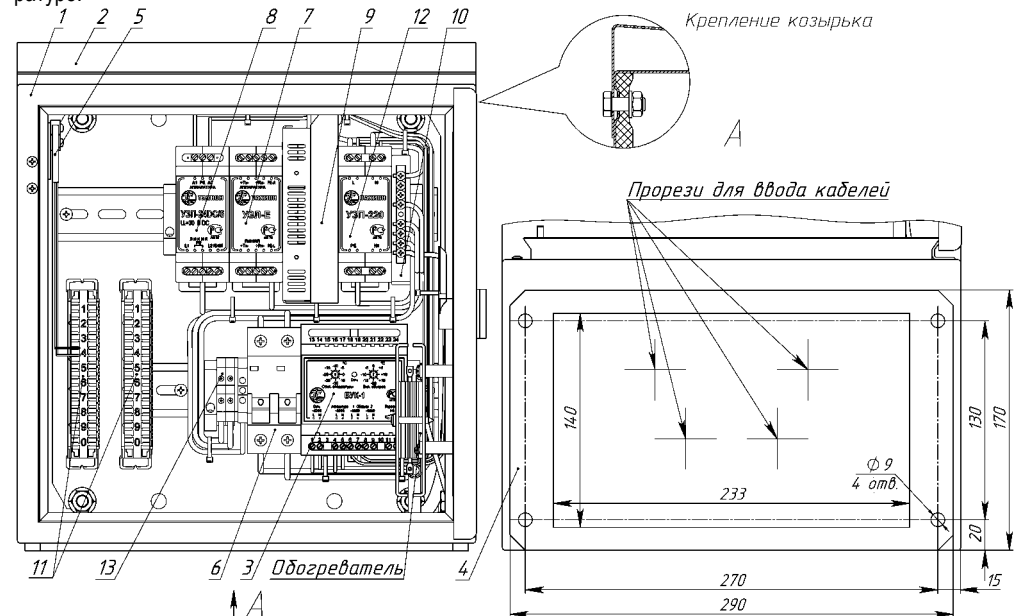

Рис. 1. Устройство термошкафа (дверь открыта на 90°)
Внимание! Температура обогревателя во время работы превышает 70°C, во избежание повреждения аппаратуры и кабелей производите их монтаж на расстоянии не менее 3 см от обогревателя (рис.1).
Состав изделия: (рис.1)
2. Продеть вводные кабели через прорези в термоизоляционном материале (рис.1 вид А)
- тамперный контакт S2 (поз.5 рис.1) к внешнему устройству сигнализации через контакты 7 и 8 (4-я пара) платы X2.
4. Подать напряжение питания 220В AC на клеммную колодку X1, при этом фазный провод (L) соединить с контактом 1.1, нулевой провод (N) с контактом 2.1, а провод заземления соединить с контактом 3.1 (PE).